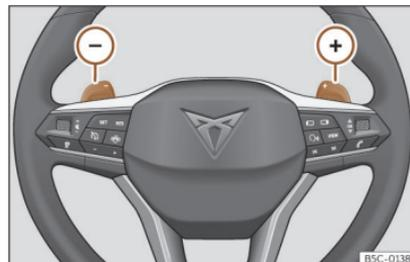

Fig. 158 Volante: palancas para cambio automático.
- Pulse la leva de cambio (+) para insertar una marcha superior»» fig. 158 .